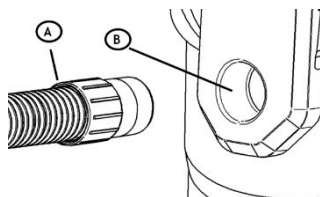

Figura 3
7. Consulte la figura 3. Inserte el adaptador de la manguera (A) en el orificio de entrada del depósito (B). Para retirar la manguera, gire el adaptador. Una el tubo con la manguera por un extremo y con el cepillo de piso por el otro.